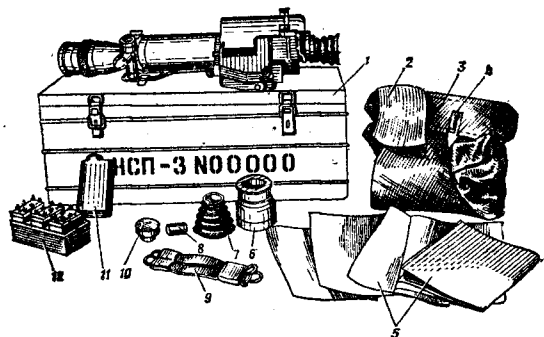

Рис. 40. Принадлежность к прицелу:
55. В принадлежность к прицелу (рис. 40) входят укладочный ящик, сумка для переноски прицела и ЗИП (аккумуляторная коробка, патрон осушки в стакане, наглазник, четыре лампы для подсветки сетки, втулка для лампочки, ключ-отвертка, диафрагма, ремень, сосуд для электролита и две салфетки).